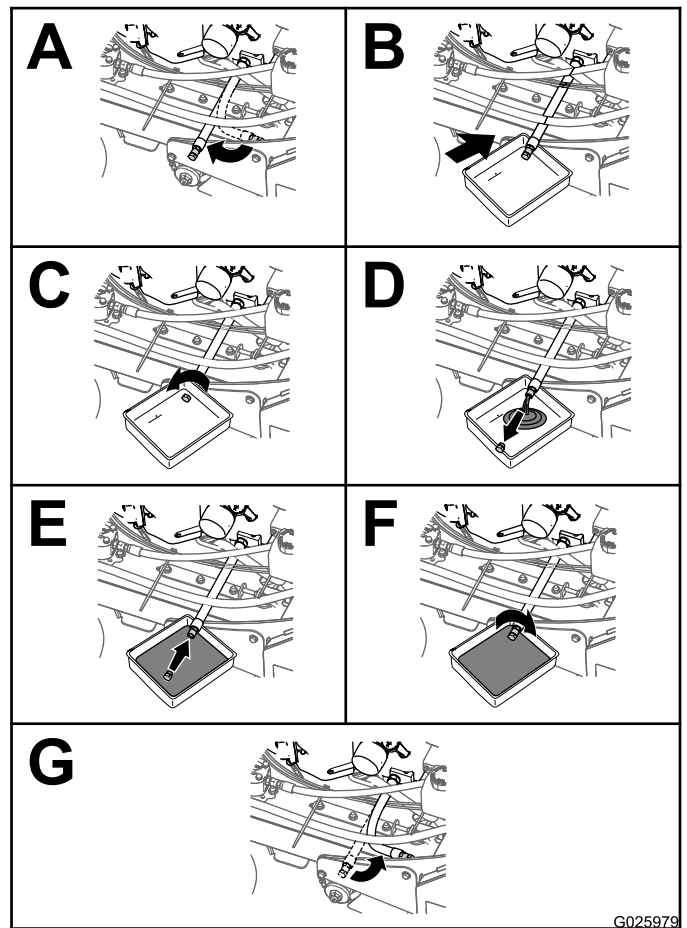

Figura 32
3. Cambie el aceite del motor, según se muestra en la Figura 32.